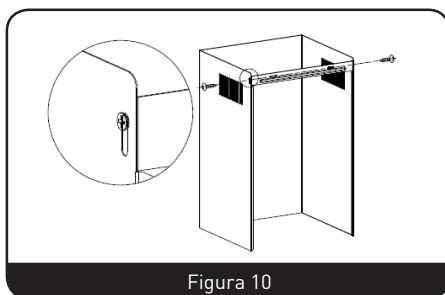

Figura 10
- Utilizando 2 tornillos ST4 x 8 mm, fije el soporte de chimenea superior a la chimenea decorativa superior. (Figura 10)